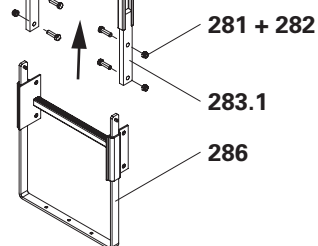

Fig. B3.04
3. Installare la base della scala (**286**) nello stesso modo con 4 bulloni M12 x 40 (**281**) e dadi sul connettore (**283.1**) della scala inferiore. (Fig. B3.04)